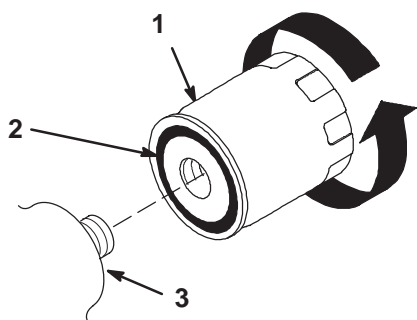

Figure 30
7. Appliquez une fine couche de liquide hydraulique sur le joint en caoutchouc du filtre de rechange (Fig. 30).
8. Montez le filtre de rechange sur l'adaptateur. Tournez le filtre dans le sens horaire jusqu'à ce que le joint touche l'adaptateur, puis donnez 1/2 tour supplémentaire (Fig. 30).